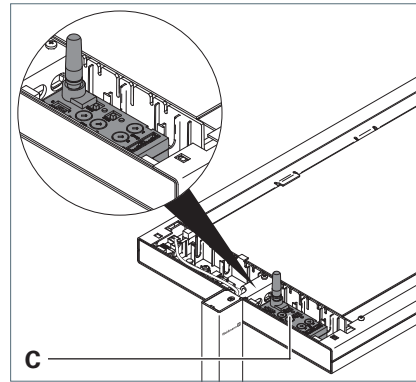

Fig. 2: Module dans une tête de luminaire LAVIGO.
- ▶ Introduisez le module **C** dans la zone libre dans la tête du luminaire, voir Fig. 2. Pour LAVIGO VTL : Pour ce faire, faites glisser l'éclisse du module TALK sous l'éclisse du module TIME.